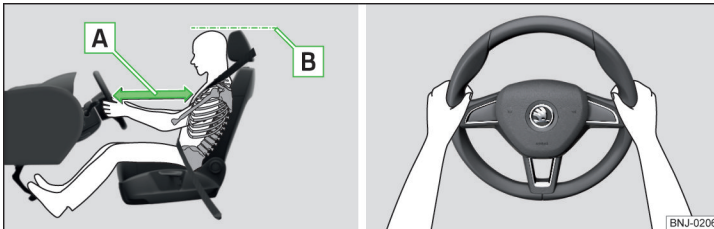

Abb. 18 Richtige Sitzposition des Fahrers / Richtige Lenkradhaltung
- ✓ Das Lenkrad so einstellen, dass der Abstand zwischen Lenkrad und Brustbein mindestens 25 cm beträgt » Abb. 18 - [A].
- ✓ Die Kopfstütze so einstellen, dass die Oberkante der Kopfstütze sich möglichst auf einer Höhe mit dem oberen Teil Ihres Kopfes befindet (gilt nicht für Sitze mit integrierter Kopfstütze) » Abb. 18 - [B].
- Während der Fahrt das Lenkrad mit beiden Händen seitlich am äußeren Rand in der „9-Uhr“- und „3-Uhr“-Position festhalten » Abb. 18. Niemals das Lenkrad in der „12-Uhr“-Position oder in einer anderen Art und Weise festhalten (z. B. in der Lenkradmitte, am inneren Lenkradrand u. Ä.). Anderenfalls könnte man sich bei der Airbagauslösung schwere Verletzungen an Armen, Händen und Kopf zuziehen.
- ✓ Die Kopfstütze so einstellen, dass die Oberkante der Kopfstütze sich möglichst auf einer Höhe mit dem oberen Teil Ihres Kopfes befindet » Abb. 18 auf Seite 24 - **B** (gilt nicht für Sitze mit integrierter Kopfstütze).
» Abb. 18 auf Seite 24 - **B**.